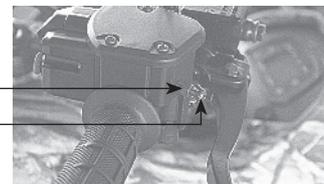

Рис. 14
1. Ослабьте контргайку ¹ **Рис. 14**.